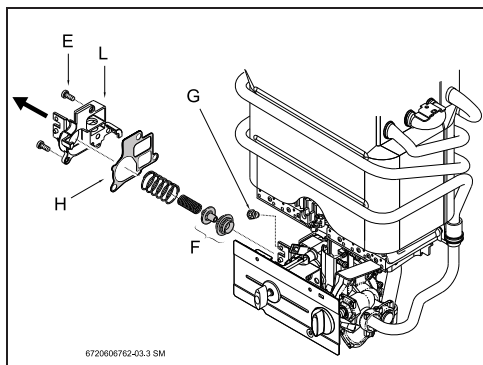

Рис. 2
- ▶ Выкрутить винты крышки газовой арматуры (Рис. 2, [Е]).
- ▶ Заменить диск клапана (Рис. 2, [F]), и если необходимо, прокладку (Рис. 2, [H]).
- ▶ Заменить запальную форсунку (Рис. 2, [G]).